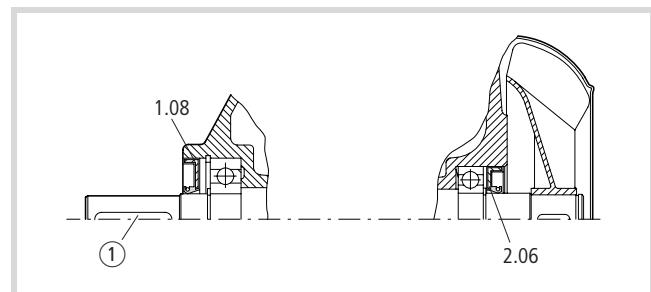

Abbildung 28: Wellendichtung
- Setzen Sie die Wellendichtungen AS (1.08), GS (2.06) wie folgt in das Gehäuse ein (→ Abb. 28):
- Legen Sie die Passfeder ① in das antriebsseitige Wellenende, bei gleichzeitiger Unterstützung der Welle.